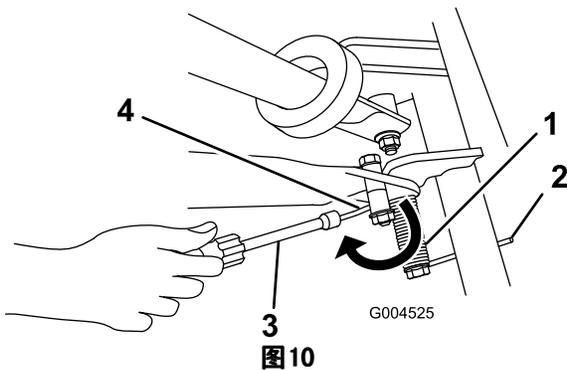

图10
6. 将螺母扳手放置在指向后部的弹簧端上，移动该弹簧端，让其穿过支撑架隔片(图10)。